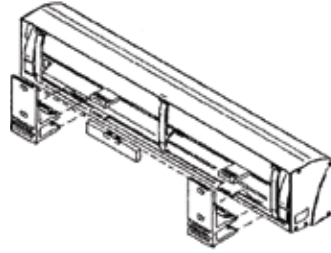

FIG 2
- La position de ceux-ci est indiquée à l'arrière du tube carré (FIG. 2).
- Pour un bon fonctionnement du store, il est indispensable que le store soit installé de niveau (FIG. 2).